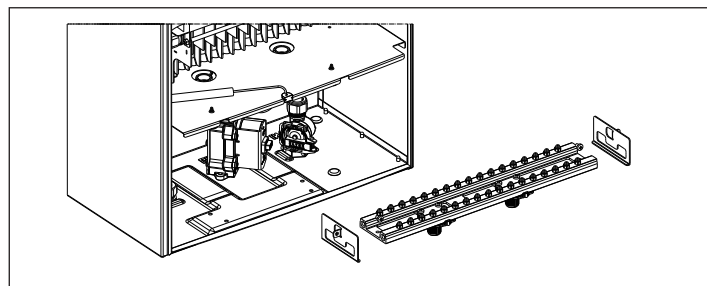

Fig. 16 - Smontaggio componenti
- Svitare le viti laterali di fissaggio del collettore, rimuovere le staffette laterali ed estrarre il collettore del gas (fig. 16)